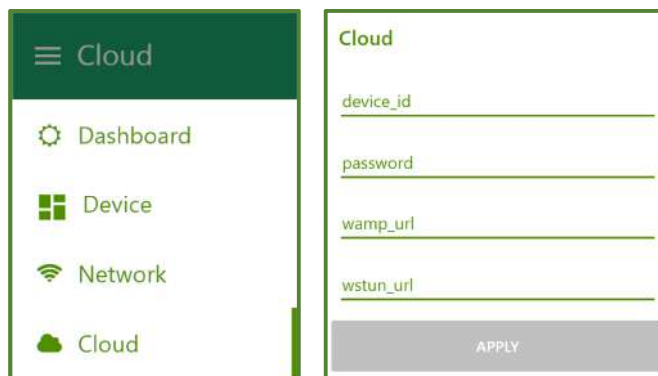

Fig.25 Pannello Cloud accessibile da menù a tendina.
- Inserire i parametri forniti alle rispettive voci (device_id, password, wamp_url, wstun_url) così come illustrato in **Fig.25** e digitare **APPLY**. I servizi attivi saranno così raggiungibili da remoto.